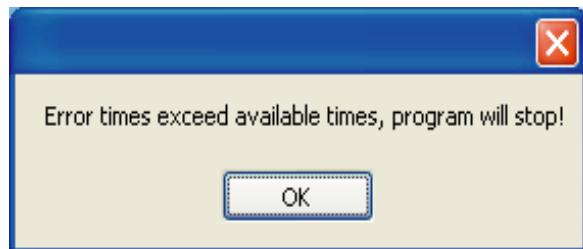

Рис. 4-5
7) Если количество вводов неверных паролей превысит 6 раз, доступ к программе будет закрыт. На экране открывается окно с предупреждением об ошибке и оповещением о закрытии доступа к программе после нажатия на кнопку OK (см. Рис. 4-5).